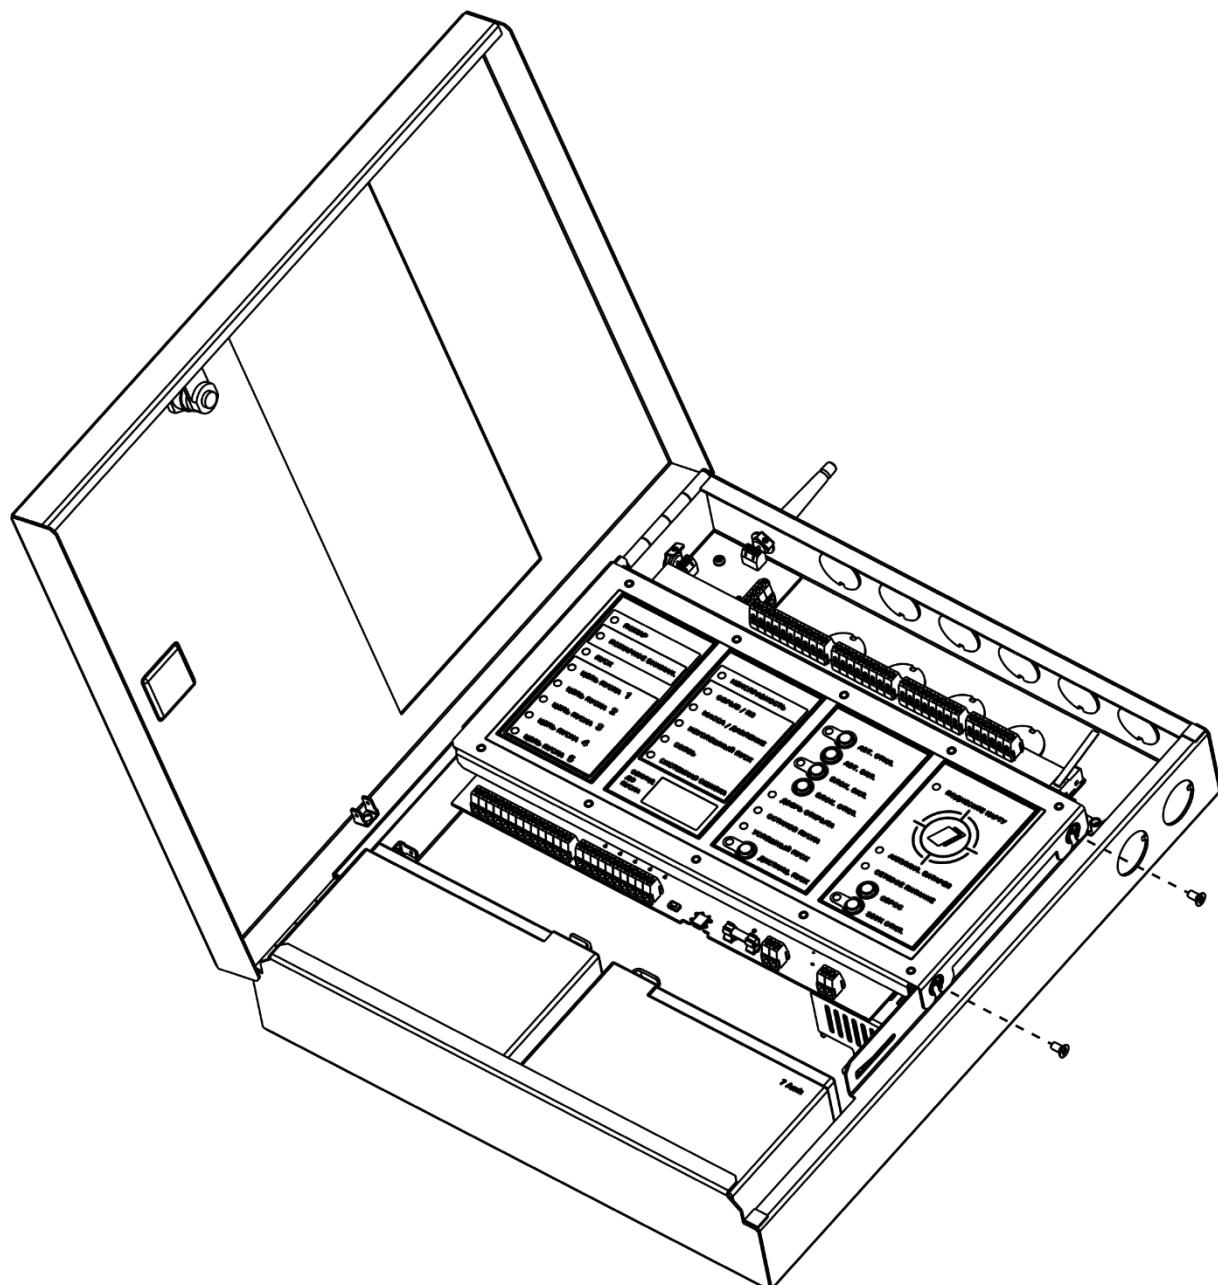

Рис. 66
6) Подключить провода к соответствующим колодкам, закрыть и зафиксировать основной модуль с помощью двух винтов (рис. 66).